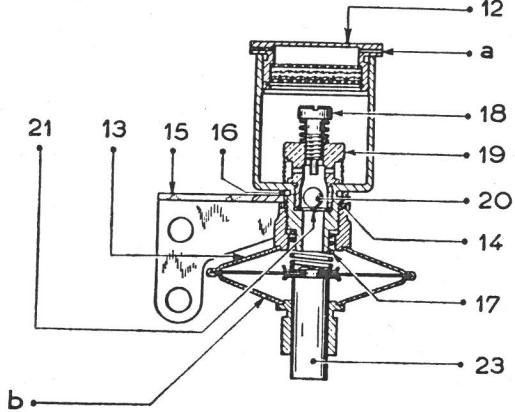

Fig. 10. Tomgangsbremsen
Giv motoren gas og lad igen gasspjældet falde tilbage til tomgang. Mål den tid det varer, fra tomgangshastighedsskruen kommer i berøring med tomgangsbrem-sens stødstang, indtil denne når sin øverste stilling. Tiden skal være mellem 2 og 2,5 sekunder. Er dette ikke tilfældet, aftages bremSENS dækSEL, (12) i fig. 10, og der stilles på justerskruen (18). Når denne skrues indefter, forkortes tiden og omvendt.